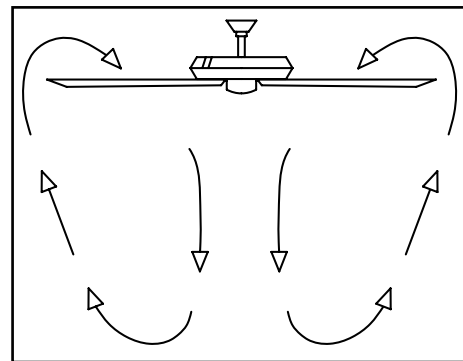

Figura 13
**Clima cálido** - (Hacia adelante) Un flujo de aire hacia abajo surte efecto refrescante, como se muestra en la Figura 13. Esto permite fijar tu aire acondicionado en configuración más alta sin afectar tu comodidad.